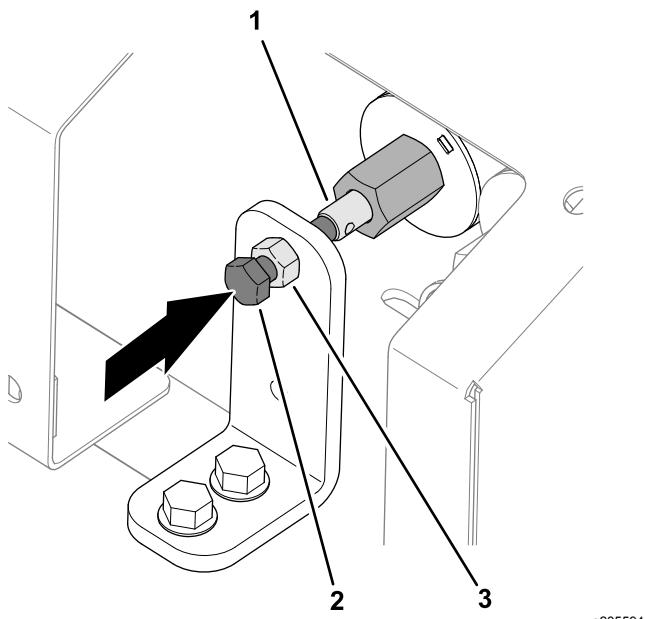

Figura 30
1. Allentate il controdado in corrispondenza della staffa del sistema di esclusione (Figura 30).
2. Ruotate la vite a testa esagonale del sistema di esclusione della valvola in senso orario per aumentare la velocità del piano (Figura 30).